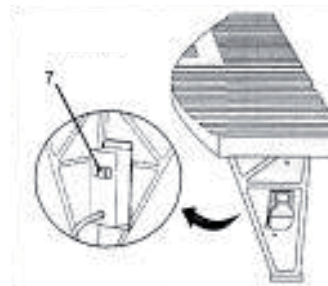

Рис.11
- Закріпіть фрезер 4 гвинтами Philips® з плоскими голівками (6). Перш ніж продовжити складання, переконайтеся, що фрезер надійно закріплений.
- Вставте шнур живлення фрезера в розетку (7) на задній стінці блоку перемикача. Закріпіть шнур так, щоб він не заважав роботі (рис. 11).